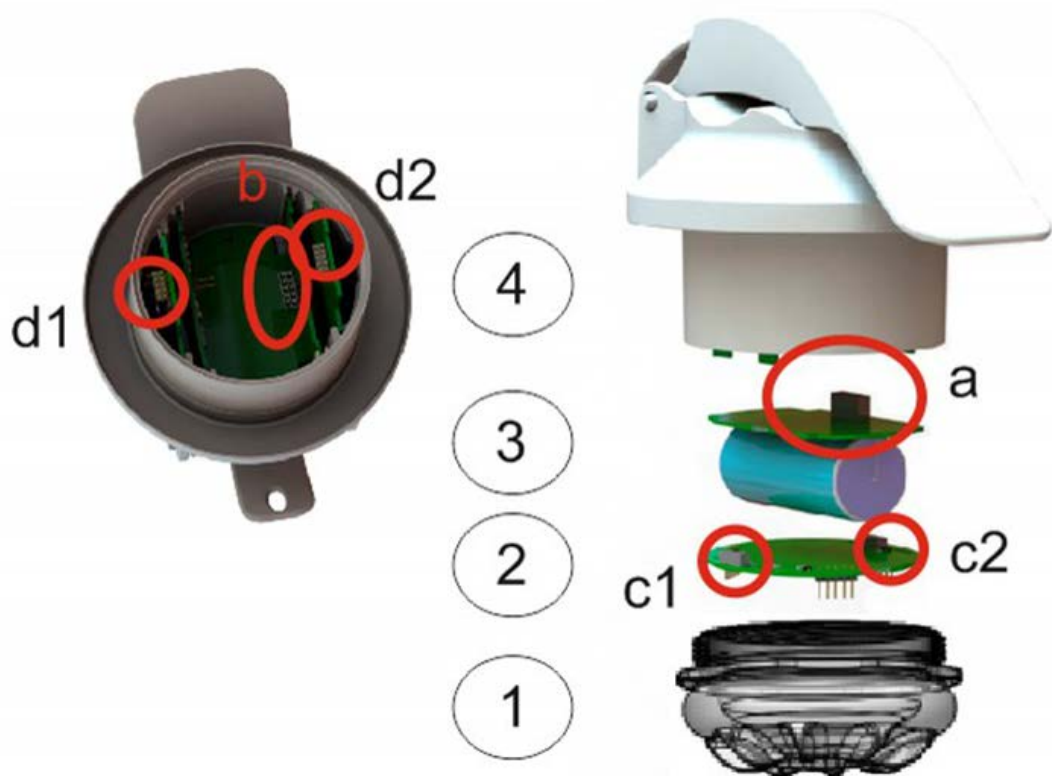

Рисунок 14 – Схема замены батарейного блока в индикаторе ИКЗ-В34
2.8.3 Для замены внутренних батарей в индикаторе ИКЗ-В34 необходимо произвести следующую последовательность действий (Рисунок 14):